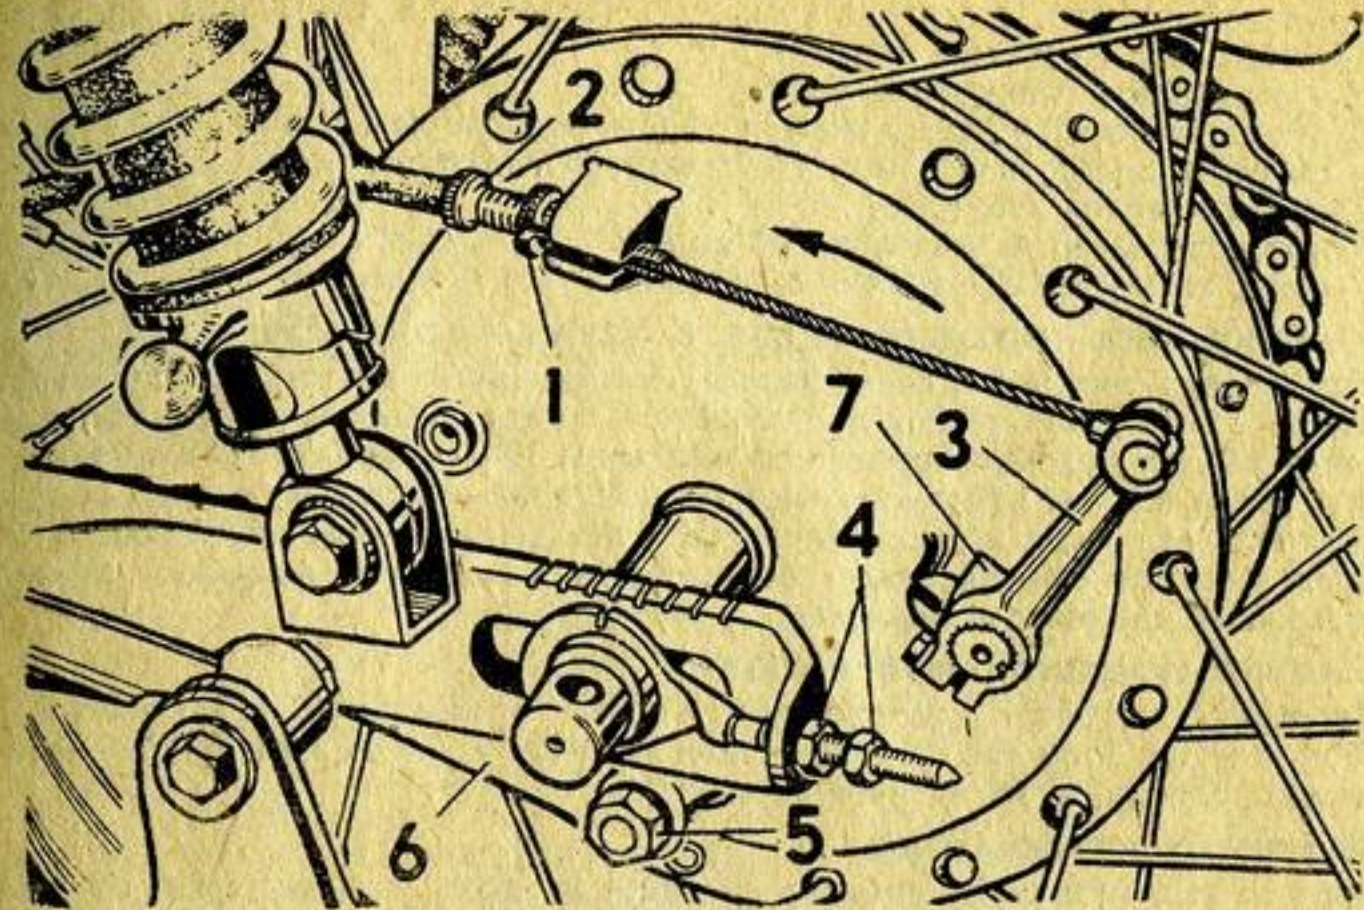
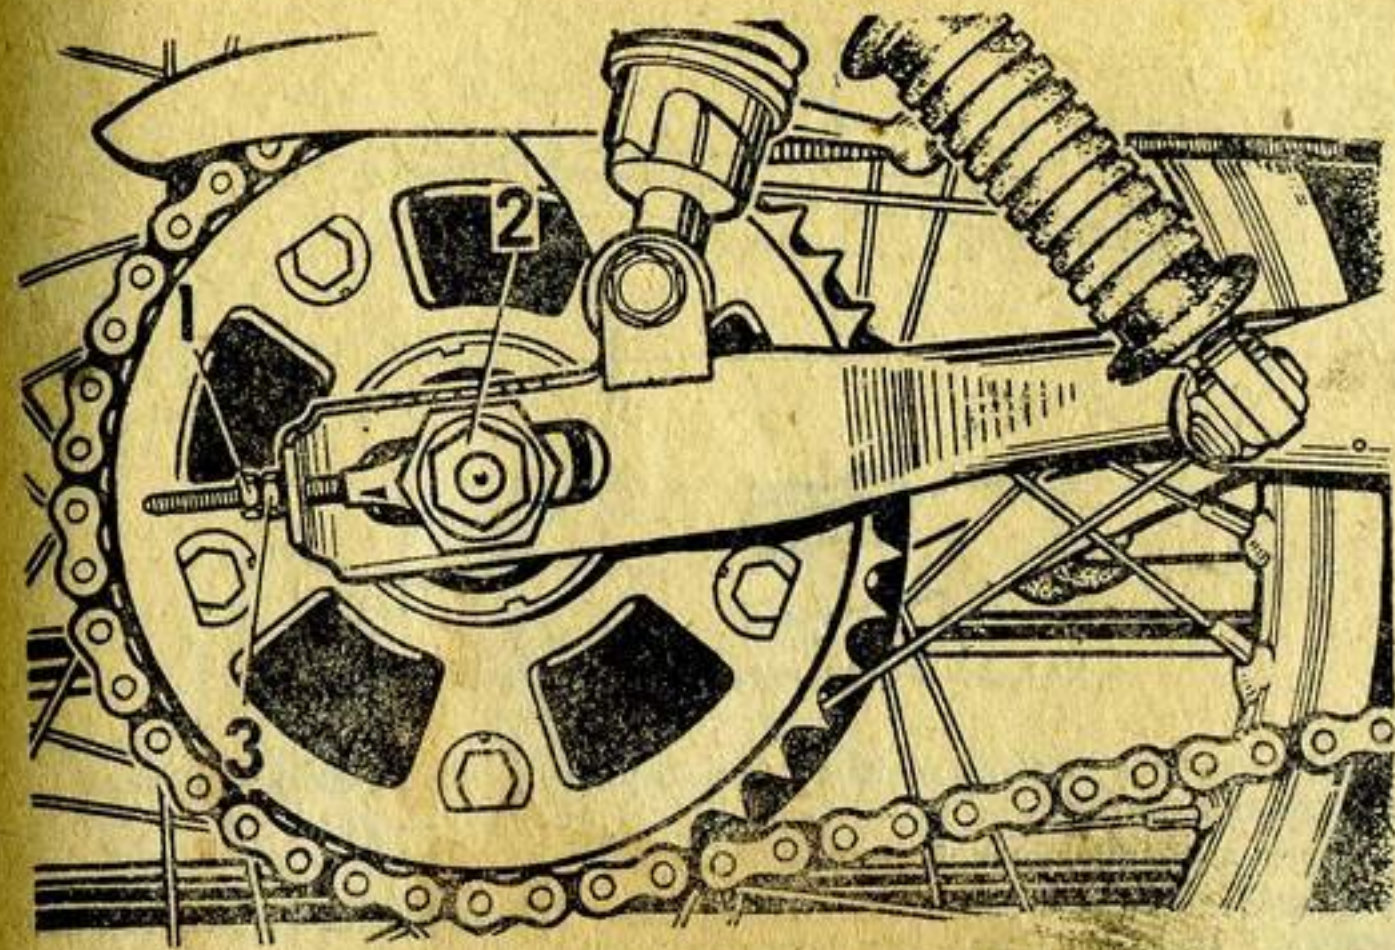

Рис. 15. Снятие заднего колеса и регулировка тормоза заднего колеса
Рис. 16. Цепь привода заднего колеса
Снятие заднего колеса [рис. 15]
Регулировка тормоза заднего колеса (рис. 15)
Цепь привода заднего колеса [рис. 16]
- ослабить гайки 5 (рис. 15) крепления реактивной тяги;
- ослабить гайку 2 и ось колеса (резьба левая) (рис. 16);
— окончательно закрепить ось колеса, гайку 2, контргайки 1 (рис. 16) и гайку 5 (рис. 15) крепления реактивной тяги.